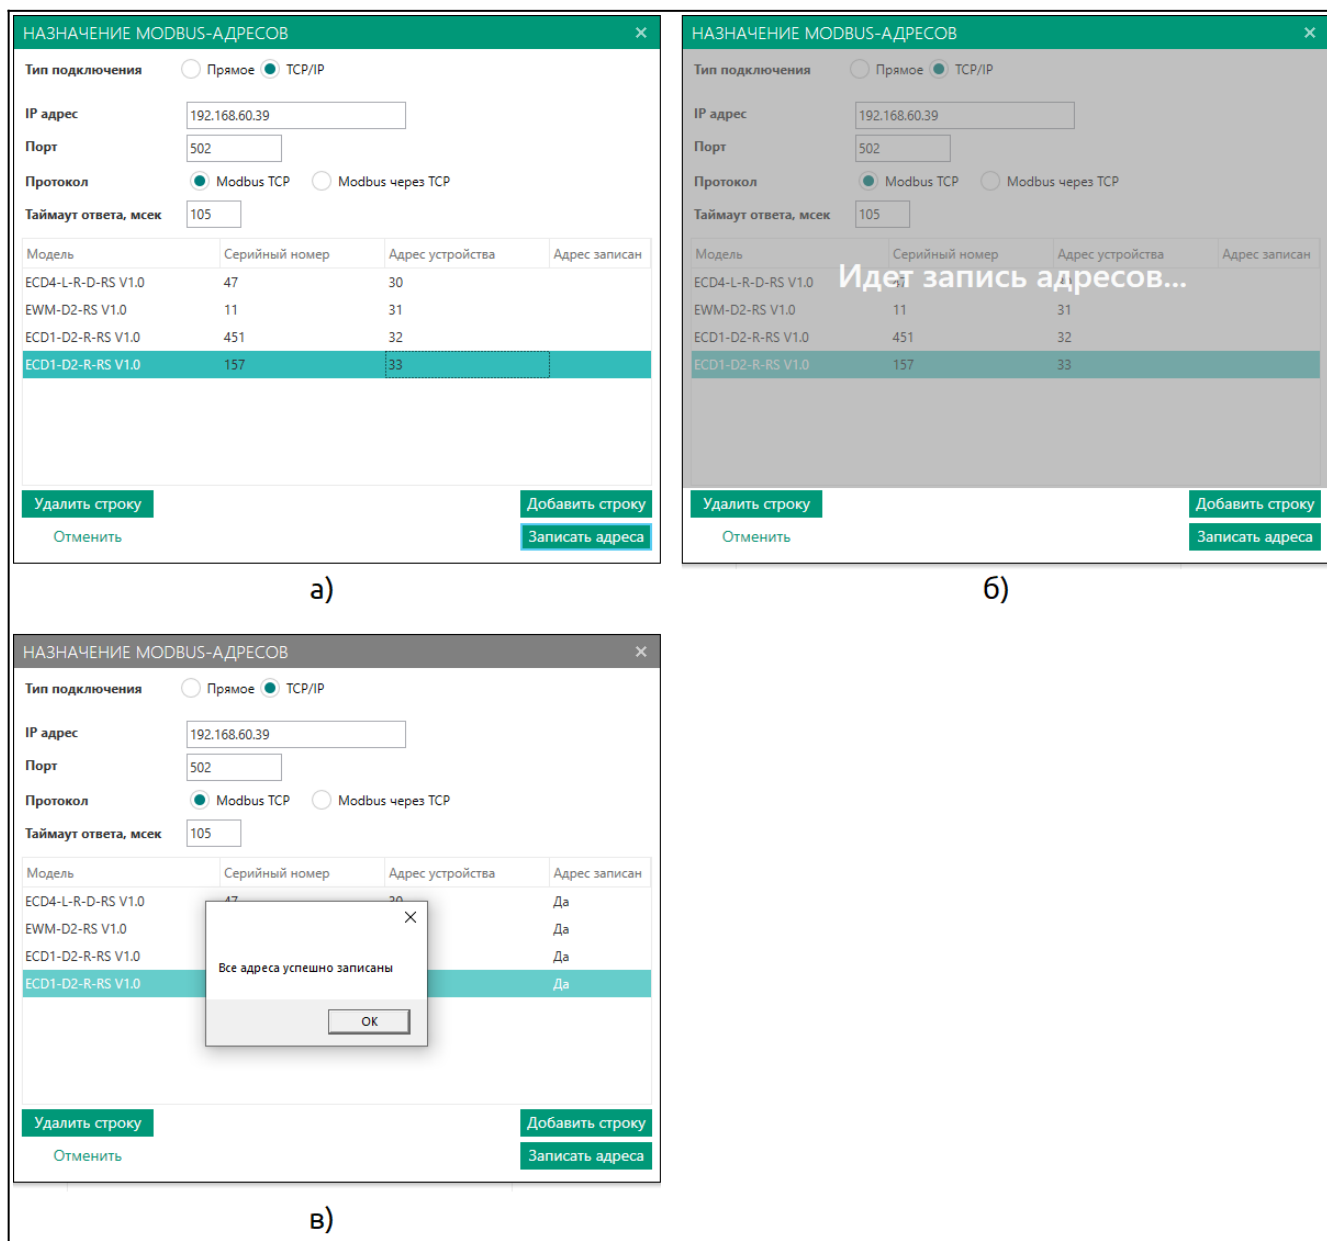

Рисунок 45
4. При необходимости настройки сразу нескольких устройств, повторить п. 2 и п. 3 (см. рисунок 45 а).
5. Нажать на кнопку *Записать адреса* (см. рисунок 45 б).
Проконтролировать результат автоматической записи modbus-адресов устройств, пользователь может в столбце *Адрес записан* (см. рисунок 45 в). Если по каким-либо причинам запись какого-либо адреса не удалась, повторите попытку.